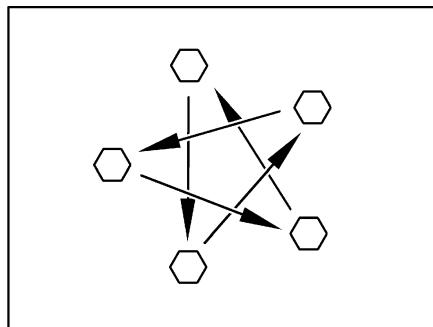

Fig. 158 Serrare a croce i dadi o i bulloni delle ruote
- Controllare regolarmente il serraggio dei dadi o dei bulloni. Regolare a croce (Fig. 158) il serraggio dei dadi o dei bulloni di una ruota sostituita dopo circa 50 km.
- Serrare a croce i dadi o i bulloni delle ruote (Fig. 158).